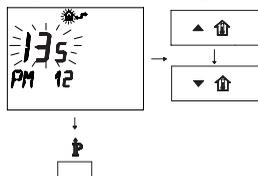

Fig. 2.57
- 4 Изменение запрограммированной НАСТРОЙКИ производится при помощи кнопок ▲ (up) or ▼ (down) затем подождать, пока не начнет мигать запрограммированный номер ( Fig. 2.57).
- 4 Изменение программированной НАСТРОЙКИ производится при помощи кнопок UP и DOWN затем подождать, пока не начнет мигать запрограммированный номер (Fig. 2.57).